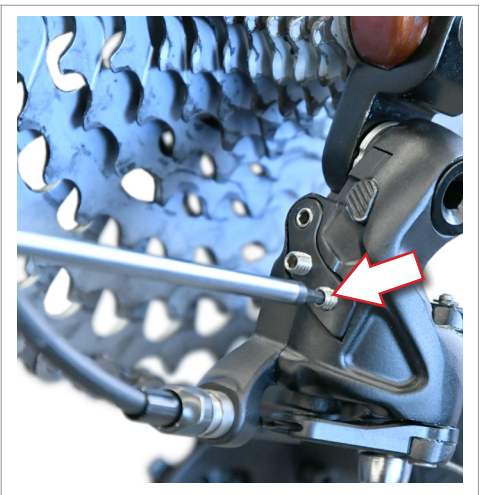

Abb.23
- Überprüfen, ob, nach entsprechender Einstellung des Schalthebels, die Kette auf das größte Ritzel schaltet; wenn nicht, Schraube (Abb. 23) lockern, bis die Kette diesen Schaltvorgang sauber durchführt.